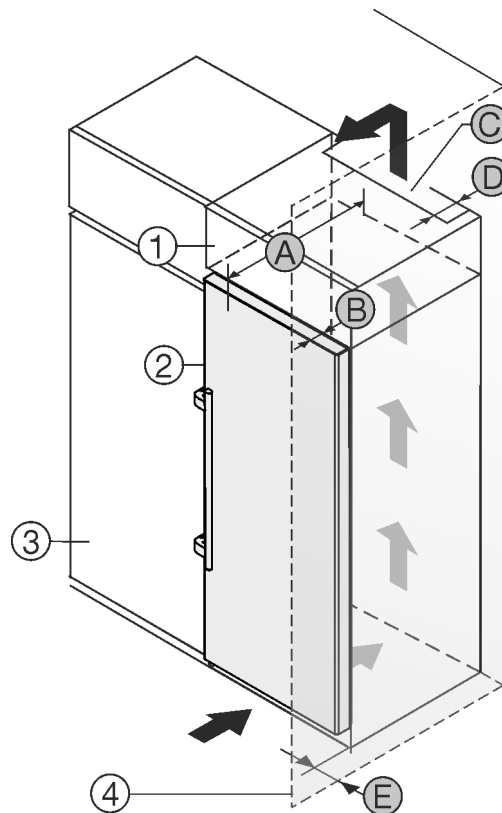

Fig. 1
Вы можете установить устройство непосредственно рядом с кухонным шкафом Fig. 1 (3).
На задней стенке дополнительного шкафчика должен быть вентиляционный канал с глубиной Fig. 1 (D) по всей ширине этого шкафа.
Нужно соблюдать вентиляционное отверстие Fig. 1 (C) под нижней панелью.
Если устройство устанавливается на шарнирах у стены Fig. 1 (4), то расстояние между устройством и стеной должно быть не менее 57 мм. Это соответствует расстоянию, на которое выступает ручка при открытой двери.
Чтобы можно было полностью открыть дверь, устройство должно выступать на глубину двери Fig. 1 (B) относительно передней стенки кухонного шкафа. В зависимости от глубины кухонных шкафов Fig. 1 (3) и использования пристенных распорок устройство может выступать и больше.